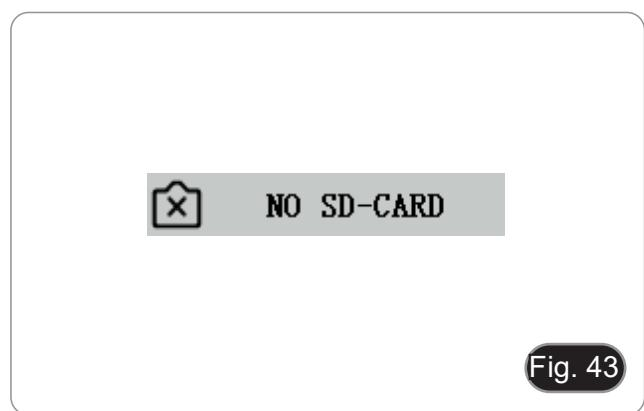

Fig. 43
1. Quando si preme il pulsante di scatto, si registrano video, si scattano foto temporizzate o si entra nel menu di gestione della scheda SD, viene visualizzato "NO SD-CARD" (Fig. 43). Si prega di inserire la scheda SD con file system FAT32 nello slot della scheda SD sul lato destro della fotocamera, e quindi eseguire le operazioni corrispondenti.